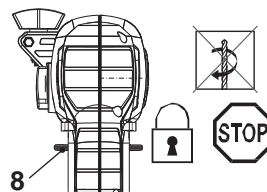

Fig. 9
Coloque el selector de giro avance/retroceso (8) en la posición central para bloquear el interruptor de encendido/apagado (9) y evitar un arranque accidental Fig. 9).